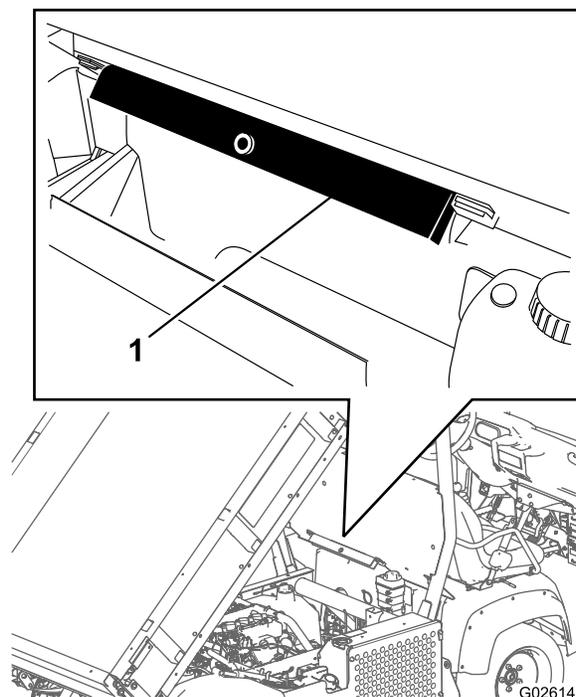

Рисунок 31
2. Выньте опору кузова из кронштейнов для хранения на задней стороне панели конструкции ROPS (Рисунок 31).